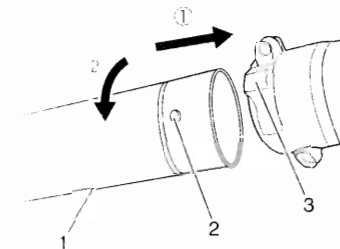

Fig. 1
**PROCEDIMIENTOS DE MONTAJE****Tubos de escape al cuerpo principal (Fig. 1)**